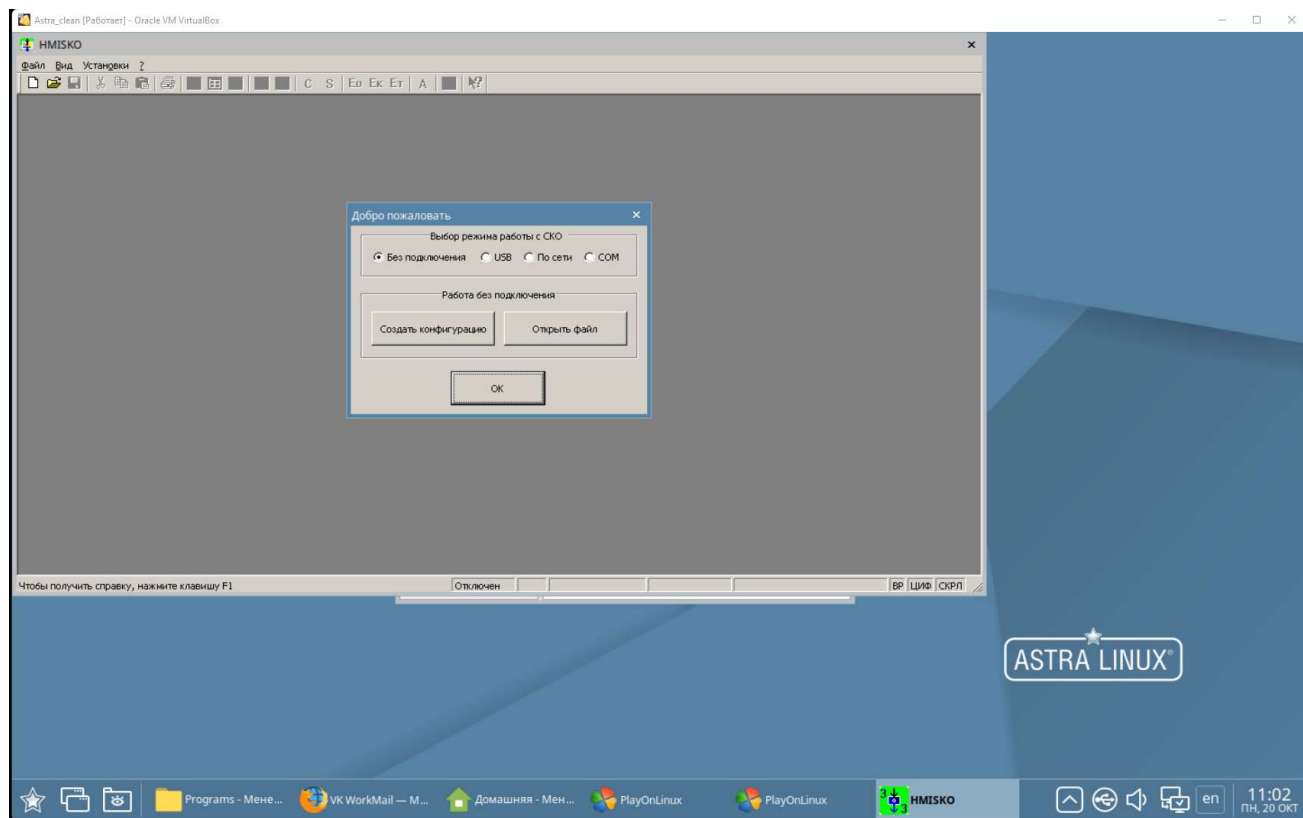

Рис. 9.39 Запуск приложения HMISKO в Linux
17. Программа запустит установку приложения и, по завершении процесса, появится стартовое окно приложения «HMISKO». Нажмите на кнопку «ОК» и закройте окно приложения (Рис. 9.39).